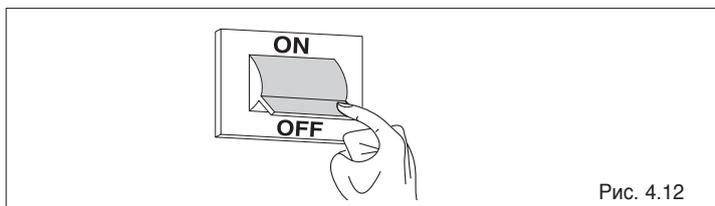

Рис. 4.12
- переведите главный выключатель системы в положение «выключено» (Рис. 4.12) и убедитесь в том, что котёл полностью останавливается.